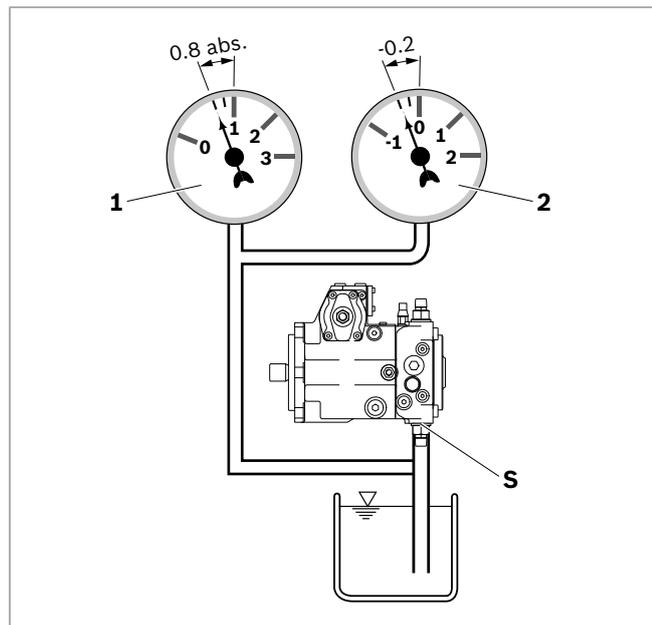

Abb. 9: Saugdruck
- ▶ Stellen Sie sicher, dass für die Axialkolbenpumpe in allen Einbaupositionen und Einbaulagen im Betrieb ein minimaler Saugdruck von 0.8 bar absolut am Anschluss **S** vorliegt (bei Kaltstart 0.5 bar absolut), siehe Abb. 9. Weitere Druckwerte siehe Datenblatt.